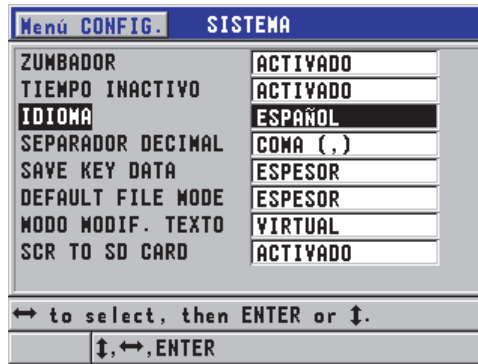

Figura 4-1 Pantalla SISTEMA
2. En la pantalla **SISTEMA** (véase la Figura 4-1 en la página 54):